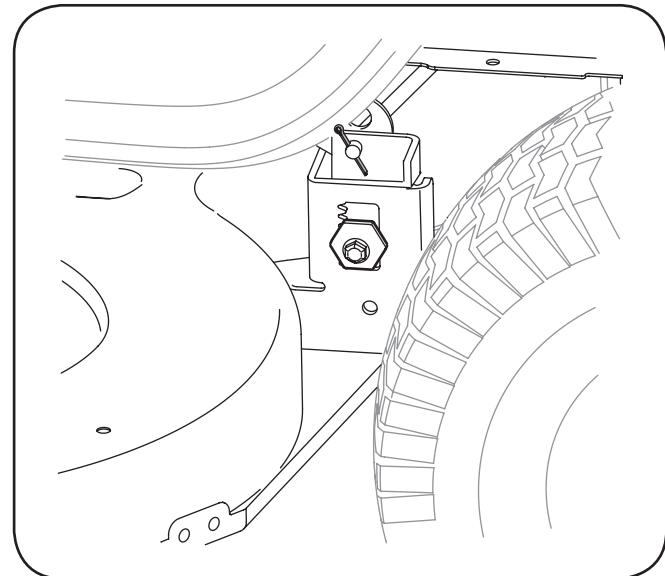

Figura 7-2
- Retire la correa (C) de alrededor de la polea del motor del tractor y de la(s) polea(s) loca(s). Consulte Cambio de la correa de la plataforma más adelante en esta sección para obtener instrucciones detalladas.
- Mire la plataforma de corte desde el lado izquierdo del tractor y localice el pasador de horquilla que fija la varilla de sostén de la plataforma al lateral posterior izquierdo de la plataforma. Vea la Figura 7-2. Retire el pasador de chaveta que ajusta la varilla de soporte de la plataforma y con cuidado retire el soporte de la plataforma del brazo de elevación de la plataforma.